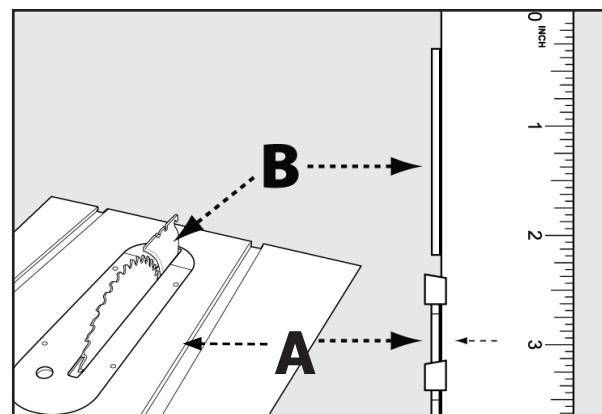

FIGURE 24a
1. Alignement horizontal : Placez un bord droit sur la table contre la face de la lame (A) et assurez-vous qu'il s'étende le long B du couteau diviseur (B), comme le montre la Figure 24a. Le couteau diviseur doit à peine toucher le bord droit. Assurez-vous que le bord droit passe entre les dents et repose sur la face de la lame et le couteau diviseur pour un alignement correct.